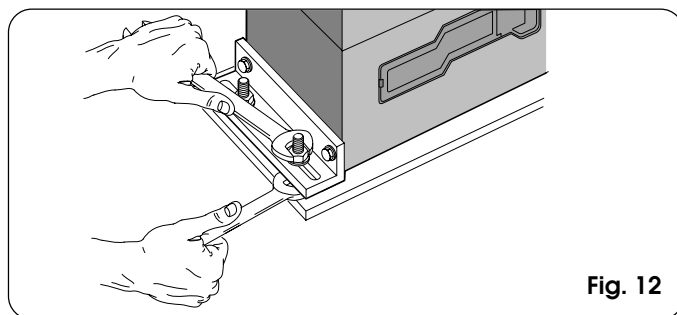

Fig. 12
- 5) Bevestig de motorvertraging op de funderingsplaat door de moeren aan te halen, zoals op fig. 12.